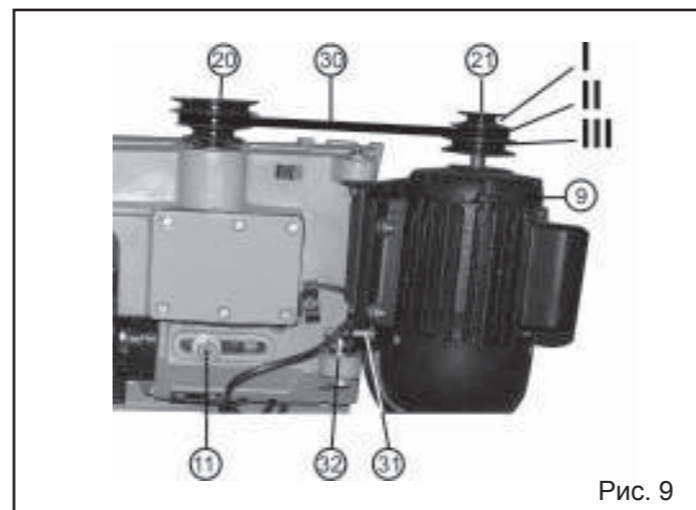

Рис. 9
9.1. Регулировка скорости движения пильной ленты, установка и натяжения ремня (Рис. 9)
9.1.5. На Рис.9 ременный привод ленточной пилы изображён для наглядности без кожуха привода.